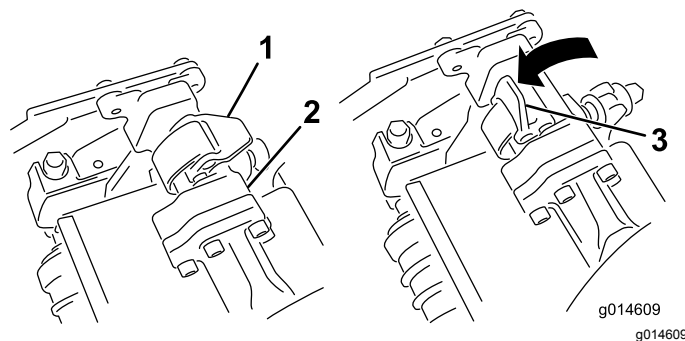

Рисунок 45
3. Когда защелки на штанге рычага подвески направлены вверх (т.е. открыты) (Рисунок 45), нажмите на рычаг подвески так, чтобы
4. Опустите защелки и поверните вокруг стержня режущего блока и заблокируйте их (Рисунок 45).
4. Откройте защелки на штанге рычага подвески режущего блока, который необходимо снять (Рисунок 45).